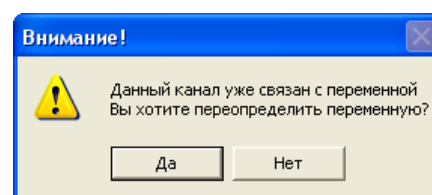

Рис. 14 Предупреждающее сообщение
1. Щелчком левой кнопки мыши выбирается вход или выход из списка в левом или правом столбцах. Если входу (выходу) уже присвоено значение переменной – появляется сообщение, показанное рис. 14;